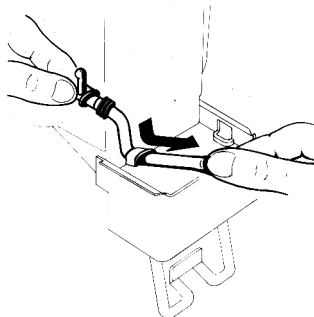

figure 14
- 2 - Enfiler le tuyau du robinet dans son siège horizontal sur le fond du réservoir (voir figure 14).